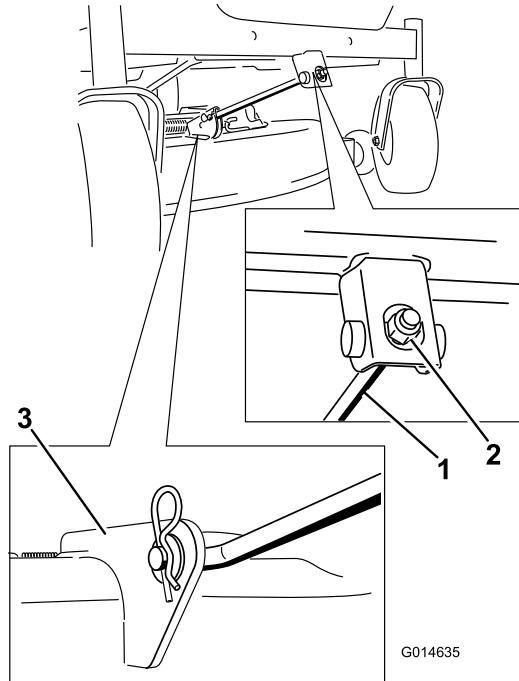

Figure 69
4. Retirez la goupille fendue de la tige de support avant et déposez la tige du support de tablier (Figure 69).
8. Fixez la tige de support avant au tablier de coupe à l'aide de l'axe de chape et de la goupille fendue (Figure 69).